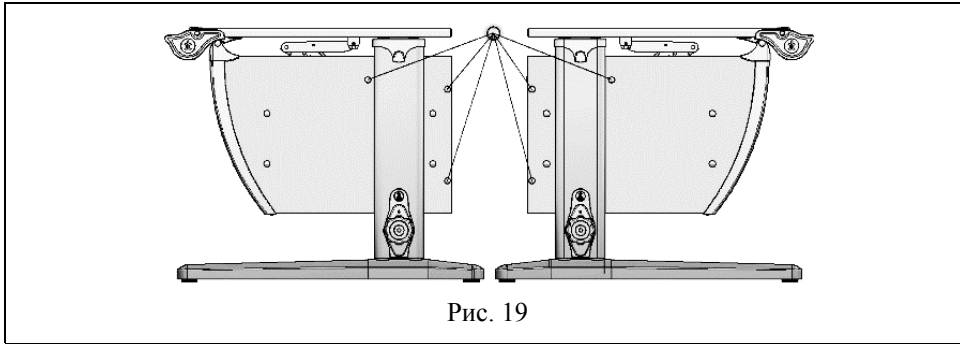

Рис. 19
6.1 Установить заглушки конфирмат (поз. 5, пакет № 29Б) согласно рис. 19; 20.